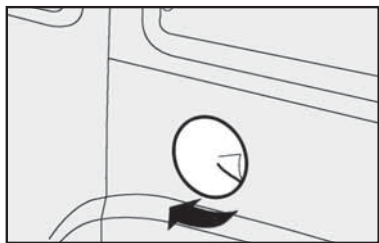

fig. 120
1) Abrir a portinhola de acesso à tampa fig. 120.
Para as versões equipadas com a porta lateral corredeira esquerda existe um dispositivo automático de segurança que impede a abertura da porta quando a portinhola de acesso a tampa do bocal de combustível fig. 120 estiver aberta.
Não abra a portinhola de acesso a tampa do bocal de combustível fig. 120 com a porta lateral corredeira esquerda aberta, pois a porta poderia mover-se e danificar a carroceria.